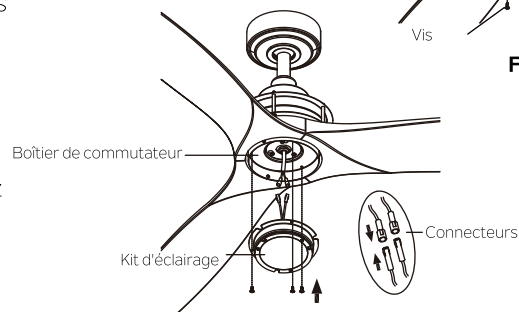

Fig. 26
**Étape 6.** Tenez le kit d'éclairage au niveau du boîtier de commutateur et connectez les fils BLANCS du kit d'éclairage et du ventilateur en rapprochant les connecteurs. Procédez comme pour les fils NOIRS. (Fig. 26)
**Étape 7.** Rangez les connexions soigneusement dans le kit d'éclairage. Aligned les trois trous arrondis sur le kit d'éclairage et le boîtier de commutateur. Serrez fermement les 3 vis retirés au cours de l'étape 5 pour fixer 5.(Fig.26)